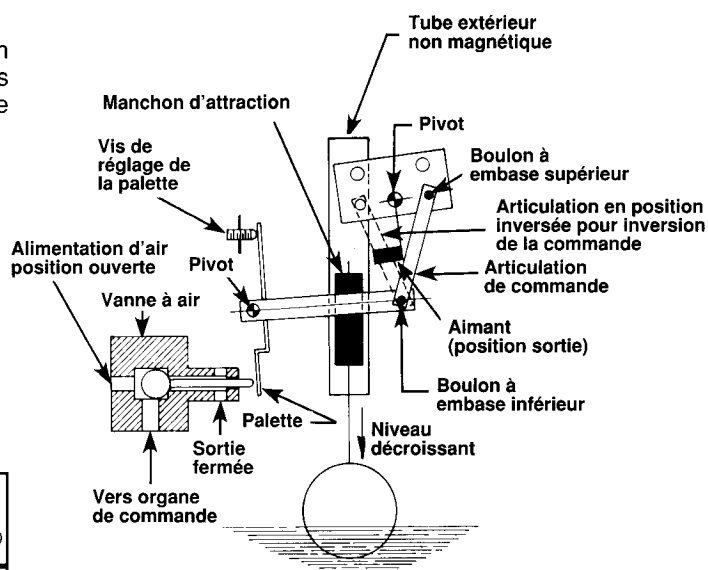

Figure 1
**Figure 1** : le niveau du liquide positionne le manchon d'attraction plus bas que le champ magnétique. Dans cette position, la palette est écartée de la broche de la vanne permettant à l'air ou au gaz de s'écouler vers l'appareil de commande pneumatique. La pression de l'air à l'entrée pousse la bille de telle sorte qu'elle obture l'orifice d'échappement.